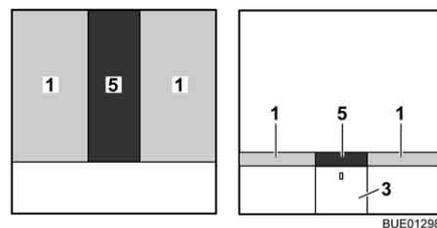

Fig. 109 Après la transformation
- Placer le coussin supplémentaire (Fig. 109,5) entre les matelas (Fig. 109,1).